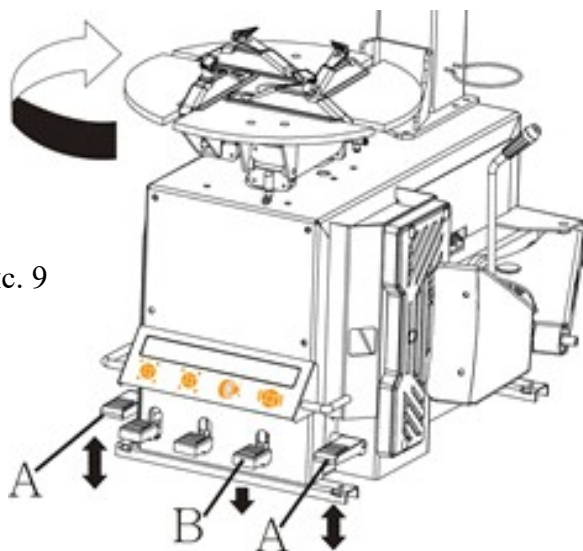

Рис. 9
- Эксплуатационное испытание: После подключения питания, нажмите педаль А (рис.9).
- ✓ Лубрикатор 1 используется для добавления определенного количества смазки в газ, который подается к движущимся частям цилиндра и регулятора. Выжмите педаль В (см. рис.9), 3 ~ 5 раз, капля смазки должна упасть в чашку регулятора. Если этого не произойдет, следует подстроить с помощью регулировочного винта.